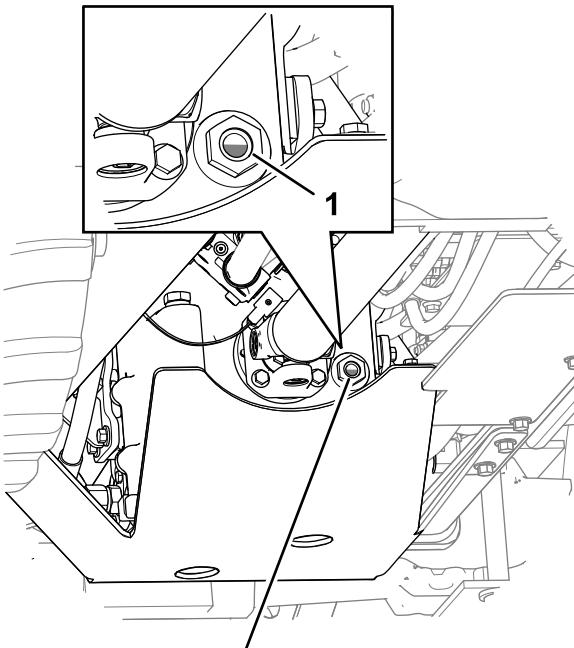

Рисунок 94
4. Через 5 минут проверьте уровень масла в трансмиссии по указателю (Рисунок 94).
6. Повторите действия, описанные в пунктах с 2 по 5, пока уровень масла не будет находиться в пределах от 1/2 до 3/4 диапазона визуального указателя (Рисунок 94).
Примечание: Уровень масла должен находиться в пределах от 1/2 до 3/4 диапазона визуального указателя (Рисунок 94).